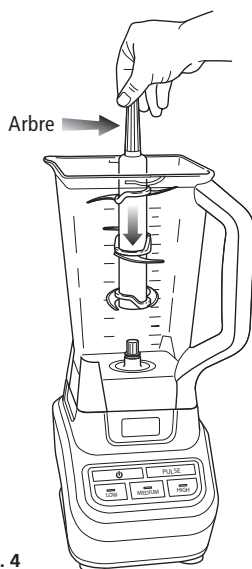

Fig. 4
- 5 En tenant l'arbre du jeu de quatre lames, insérez celui-ci dans le pignon d'entraînement du pichet. (Fig. 4) Assurez-vous que le jeu de lames repose sur le pignon d'entraînement en position verticale.